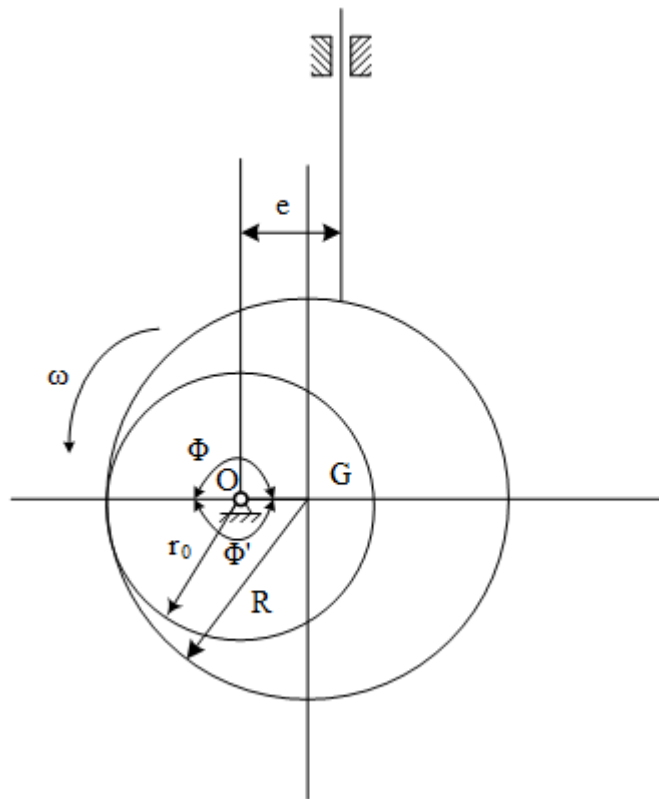

图3-2-3
(2) 凸轮的基圆 r_0 如下图3-2-3所示。
(3) 凸轮的推程运动角 Φ 和回程运动角 Φ' 如下图3-2-3所示。